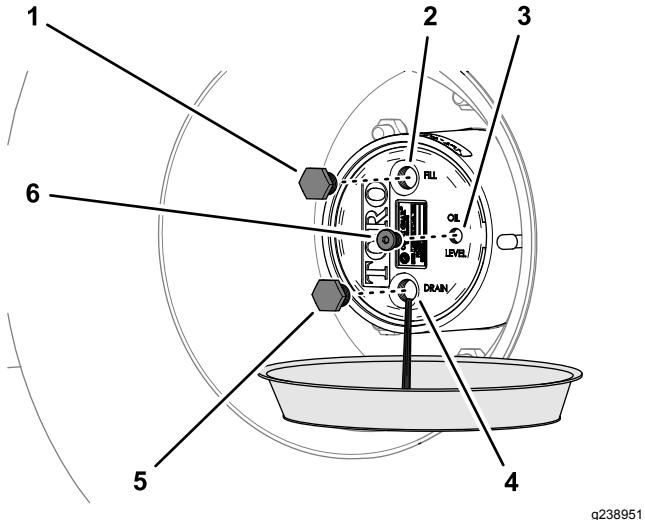

Figura 86
- Coloque un recipiente debajo del buje del engranaje planetario, retire el tapón de vaciado, el tapón de llenado y el tapón de verificación y deje que se drene por completo el lubricante (Figura 86).